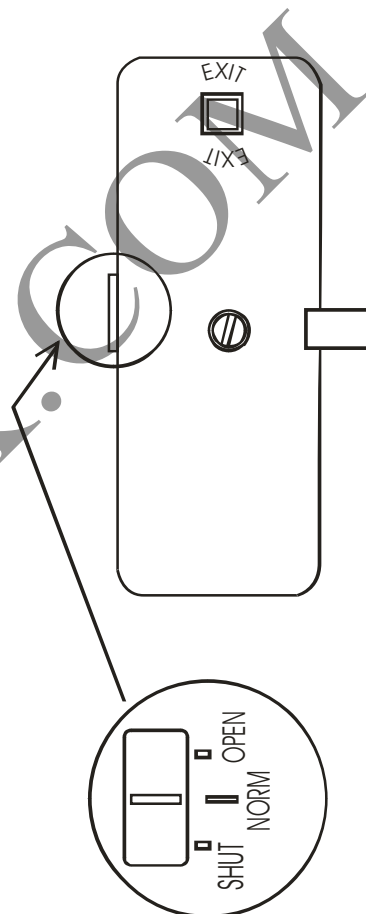

Рис. 5
- перевести замок в режим "День открытых дверей" и "Заперто изнутри"(рис. 5)
**ВНИМАНИЕ ! Перевод замка в положение «SHUT» (заперто изнутри) возможно осуществить только изнутри и при закрытой двери (рис. 5).**
Нажать кнопку "EXIT" (ВЫХОД) и в течении 2-х секунд открыть дверь (рис. 5). Если кнопка "EXIT" удерживается, то замок будет открыт, пока удерживается кнопка, и после отпускания кнопки в течении 2\* сек.
### **3.3. В замке предусмотрен переключатель режимов работы замка (рис. 5).**